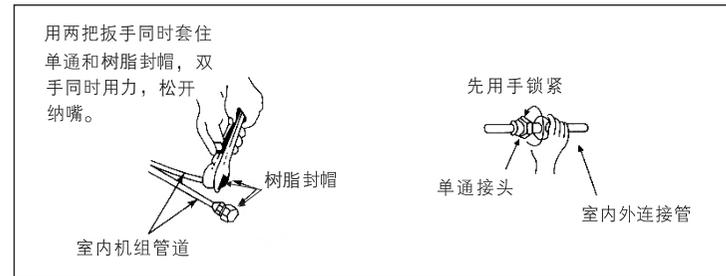

图 18
- (1) 将树脂封帽拆开，如图18所示。
- (2) 连接时，应在单通螺牙及管的喇叭口上涂上少许冷冻润滑油，以防螺牙损坏，且按图18所示对准管道拧紧。